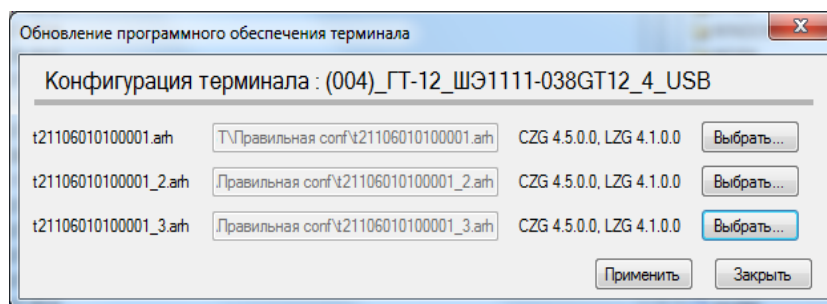

Рисунок 6.5 - Обновление конфигурации терминала через диалоговое окно **Обновление программного обеспечения...**
6.3.1 Замена конфигурации терминала осуществляется через пункт меню **Файл** → **Запись конфигурации**. При этом появляется диалоговое окно, в котором необходимо указать пути к файлу (файлам) конфигурации (см. рисунок. 6.5). Количество конфигураций равно количеству наборов уставок, если используются наборы уставок.